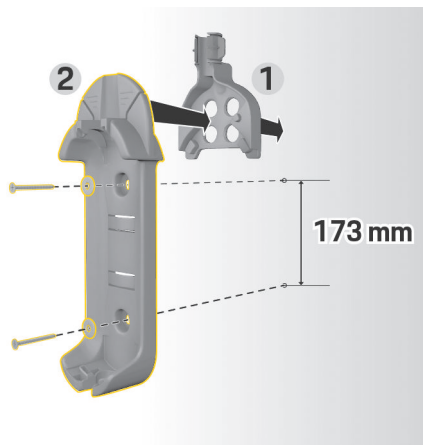

Fig. 116 Dimensões de perfuração
3. Pressione o suporte de parede básico 2 (Fig. 116) para a guia do cabo 1 (Fig. 116) a partir da frente.